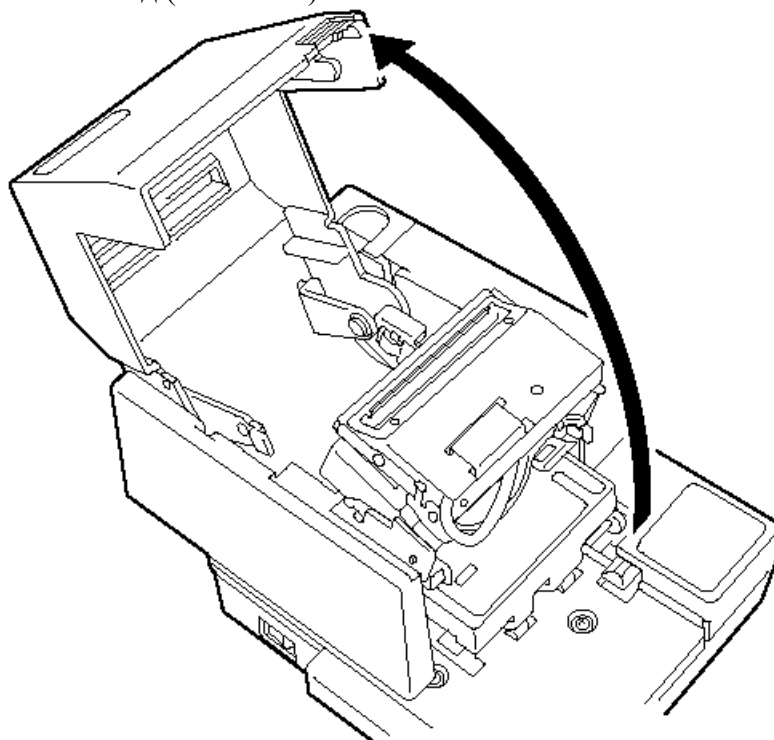

Рисунок 3 Открывание крышки ККМ
Снятие крышки ККМ (см. Рис. 3):
2. Откройте крышку ККМ. Для этого освободите блокировку крышки корпуса и откиньте её назад (см. Рис. 3).